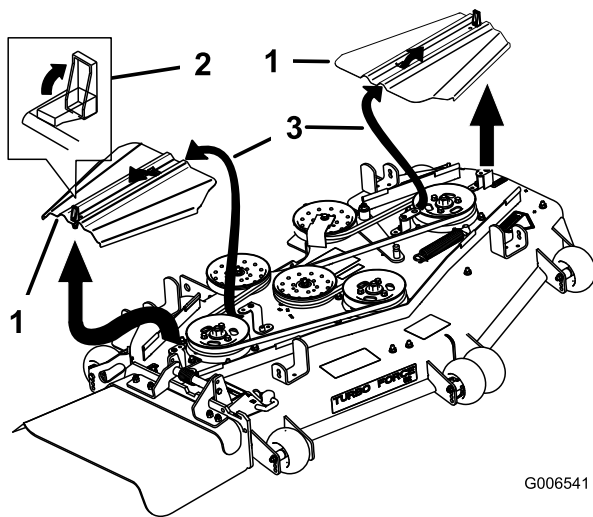

Figura 71
3. Retire las cubiertas de la correa (Figura 71).